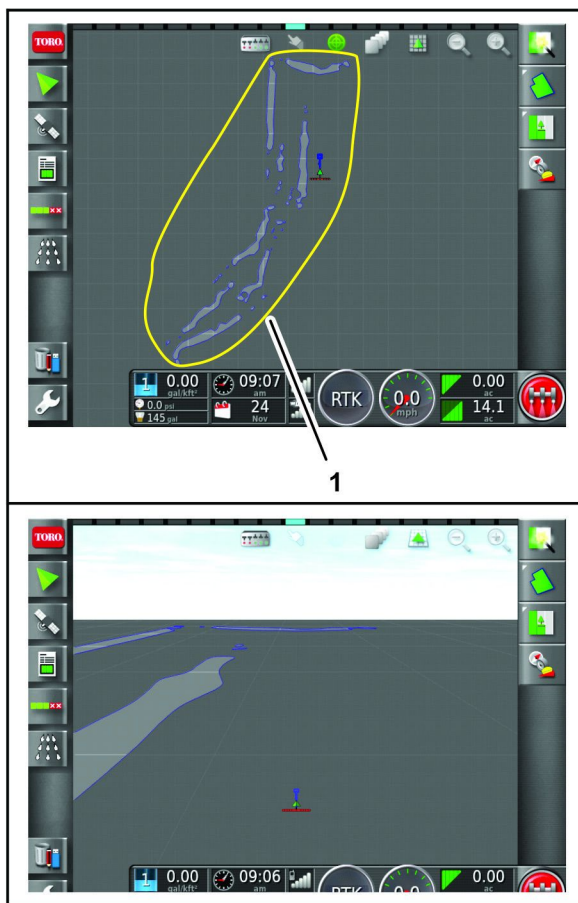

Figure 69
- Un autre technicien en pulvérisation utilise la machine n° 2 pour cartographier les limites de champ des trous 10 à 18 (Figure 69).